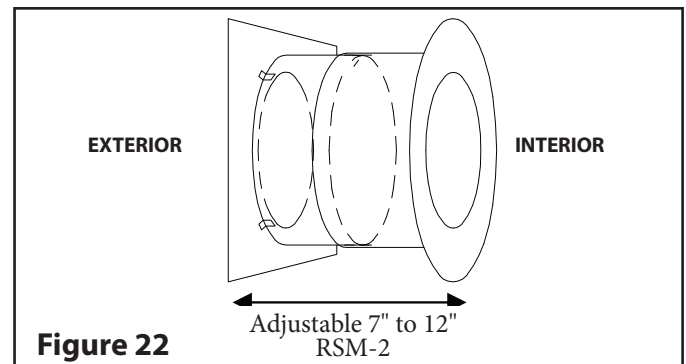

Figure 22
Étape 2. Murs en bois : Placez la partie extérieure du manchon mural (RSM-2) dans l'ouverture depuis l'extérieur. Fixez-le en place à l'aide de (4) clous de 2 po ou de vis de 1 po. Ce manchon mural est ajustable de 7 po à 12 po (voir figure 22). Assurez-vous que le matelas isolant est coupé à la longueur désirée en fonction de l'épaisseur du mur. Placez la partie intérieure du manchon mural à l'intérieur de la partie extérieure. Pour les murs d'une épaisseur supérieure à 12 po, une extension de protection peut être fabriquée sur chantier à l'aide d'une tôle galvanisée d'au moins calibre 26.